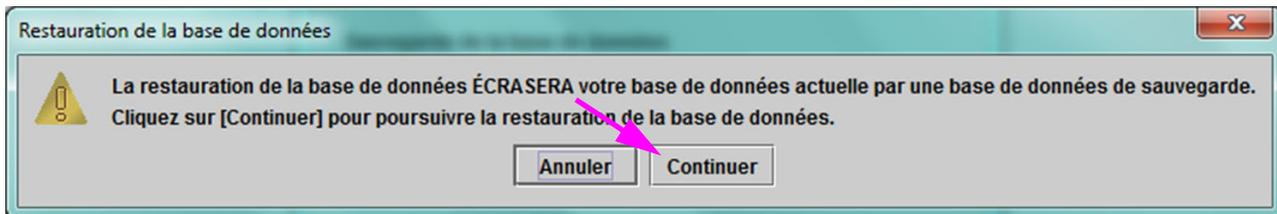

Figure 5-81. Boîte de dialogue de confirmation Restauration de la base de données
8. La boîte de dialogue de confirmation Restauration de la base de données s'affiche. Voir Figure 5-81.